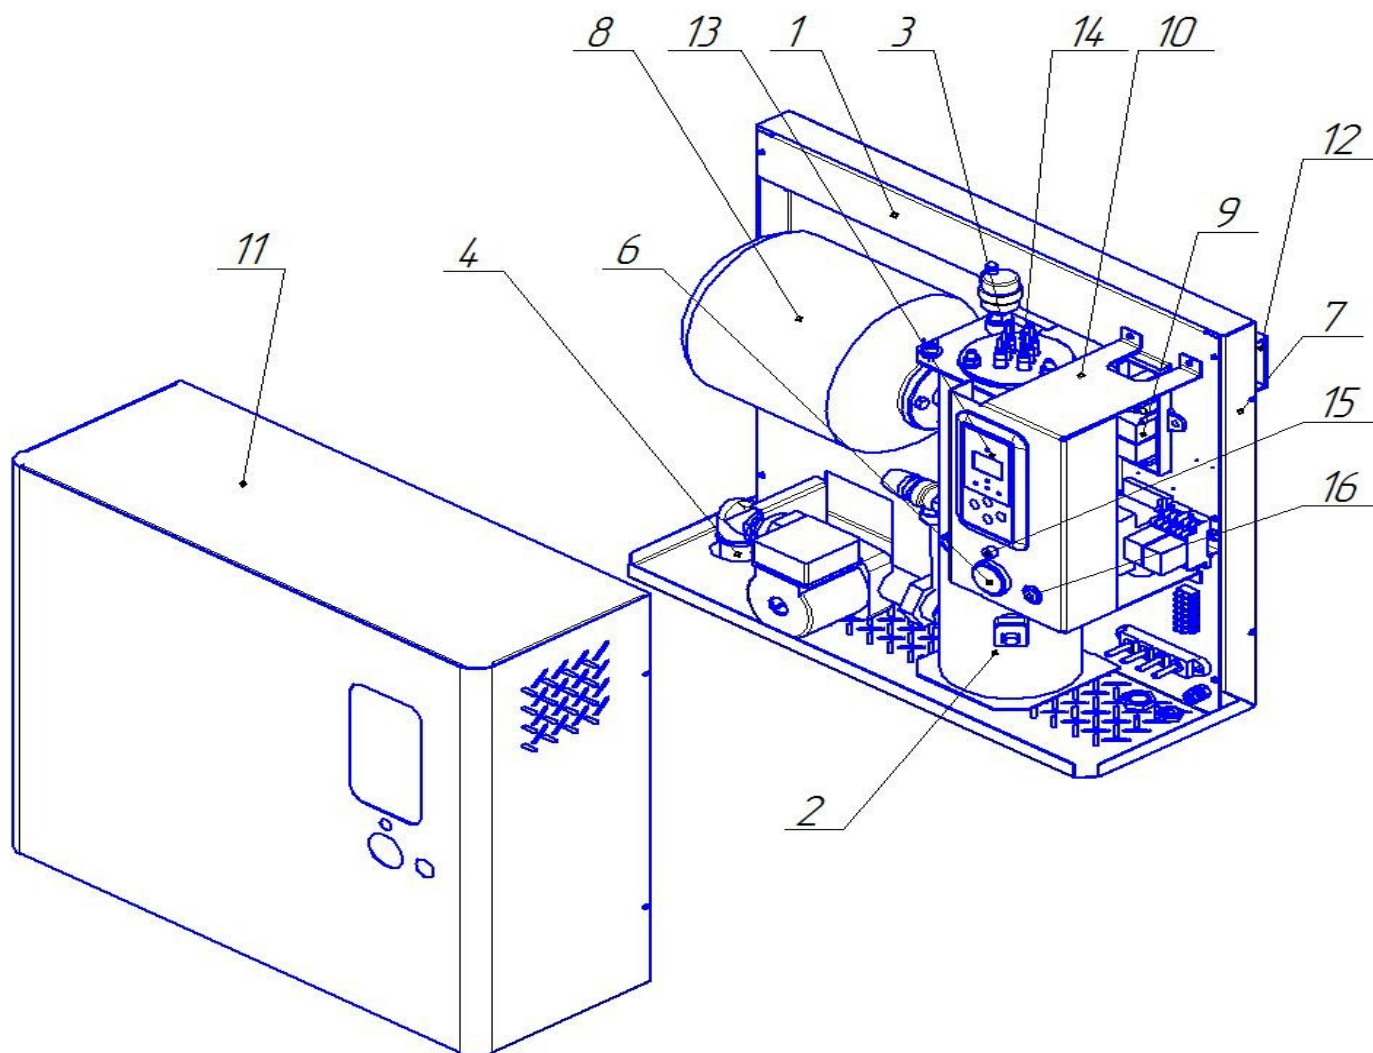
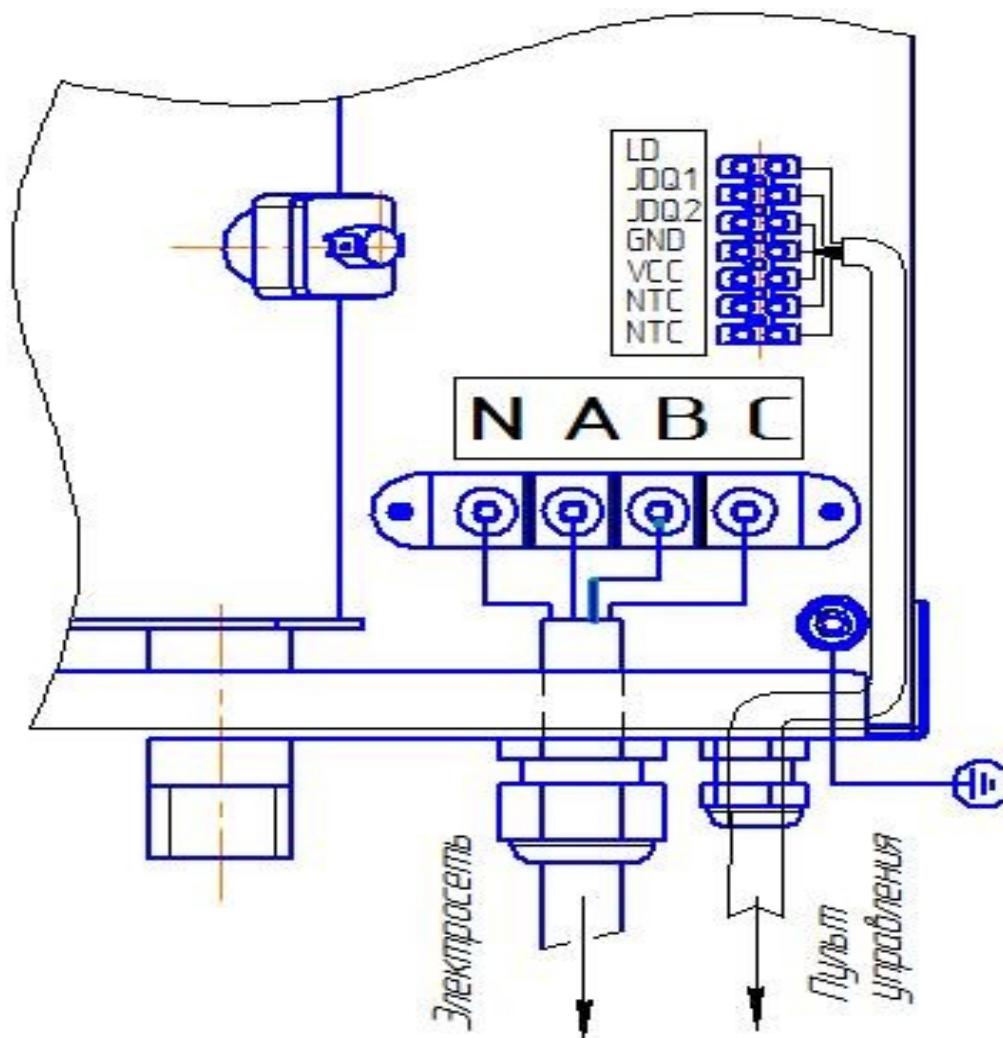

Рис.1 Конструкция электроводонагревателя
Рис.4 Схема подключения к электросети
Корпус котла (рис.1) состоит из основания 7 и кожуха 11. Через два кронштейна 12 ЭВН-К крепится к стене с помощью дюбелей и шурупов. На панели монтажной 1 установлены корпус нагревателя 2 с блок-тэном 3, панель 10, расширительный бак 8.
Входной патрубок 4 и выходной патрубок 5 (рис.4) имеют на концах резьбу 1".
Подробно конструкция котла показана на рис.4. На монтажной панели 1 размещены контактор 10, который управляет работой нагревательных элементов блок-ТЭНа 3. При достижении заданной потребителем температуры теплоносителя в ЭВН-К, нагрев прекращается. При остывании теплоносителя на несколько градусов нагрев включается.
Предохранительный клапан 12 (рис.4) предназначен для обеспечения безопасной работы котла. При повышении давления в системе отопления больше 0,3 МПа (3 кгс/см²) клапан срабатывает, производится сброс теплоносителя до понижения давления менее 0,3 МПа.
Электронная панель управления 13 (рис.1) и электрическая плата коммутации 9 (рис.4) управляют работой ЭВН-К в заданном потребителем режиме.
загорится сигнальная лампочка «Авария» 15 (рис.1). После того как, вода в корпусе нагревателя остынет, котел включится сам автоматически. Частые случаи срабатывания аварийного термостата приведут к быстрому выходу его из строя.
9.2 Затем переключите выключатель 16 (рис.1) в положение «дистанционное» управление.